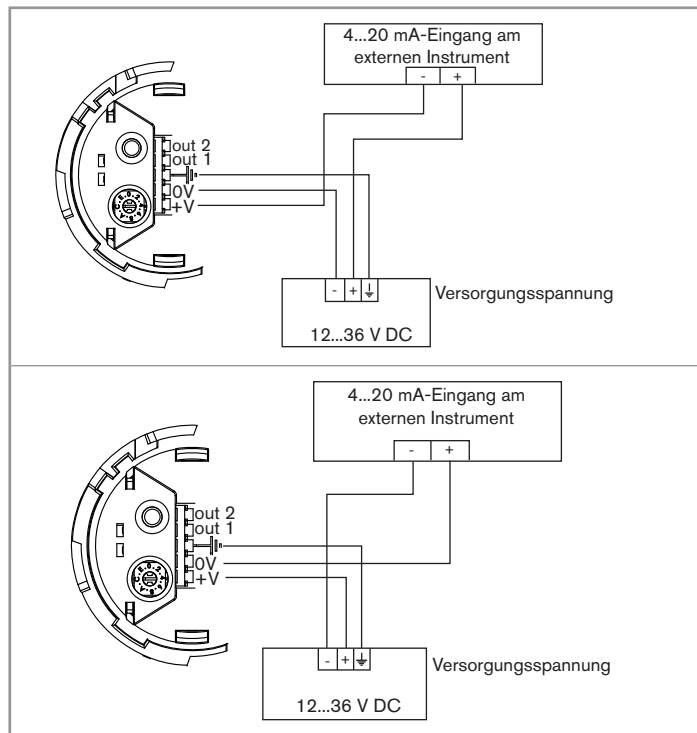

Bild 14: Anschlussmöglichkeiten des Stromausgangs 4...20 mA einer Gerätevariante mit Kabelverschraubung
- Den 4-20 mA-Ausgang anschließen (siehe Bild 14).